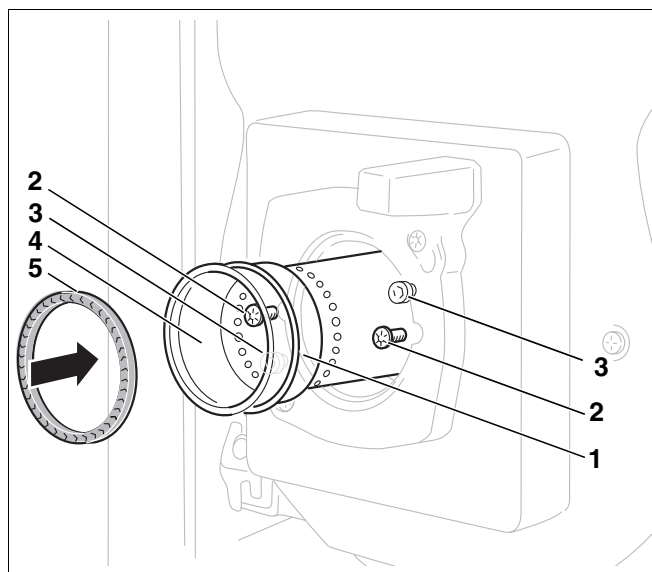

Рис. 37 Замена трубы горелки и проверка герметичности
- Открутить оба крепежных винта (рис. 37, **поз. 2**).
- Вынуть старую трубу горелки (рис. 37, **поз. 4**).
- Установить новую трубу (рис. 37, **поз. 4**) и кольцо (рис. 37, **поз. 1**).
- Перед установкой горелки нужно проверить уплотнение (рис. 37, **поз. 5**, стр. 32) между смесительной системой и трубой горелки.
- Установить уплотнение (рис. 37, **поз. 5**, стр. 32) в трубу горелки.
- Надеть горелку на оба болта на фланце (рис. 37, **поз. 3**, стр. 32).
- Повернуть влево до упора и затянуть крепежные винты (рис. 37, **поз. 2**, стр. 32).